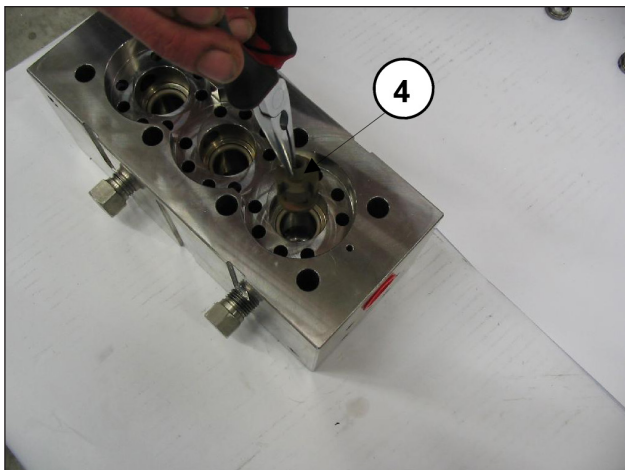
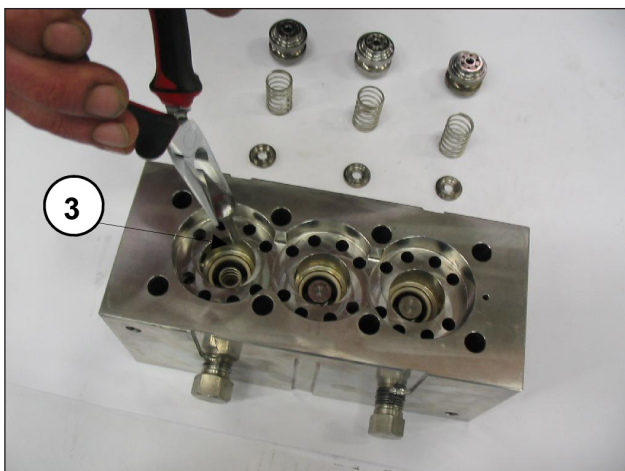

Fig. 44
Fig. 45
- Extraer los platillos de envío ③, las guías ④ y los muelles como se indica en la Fig. 44 y la Fig. 45, controlar el desgaste y sustituirlos si es necesario. En cualquier caso, respetar los intervalos indicados en la tabla "MANTENIMIENTO PREVENTIVO" del capítulo 11 del *Manual de uso y mantenimiento*.